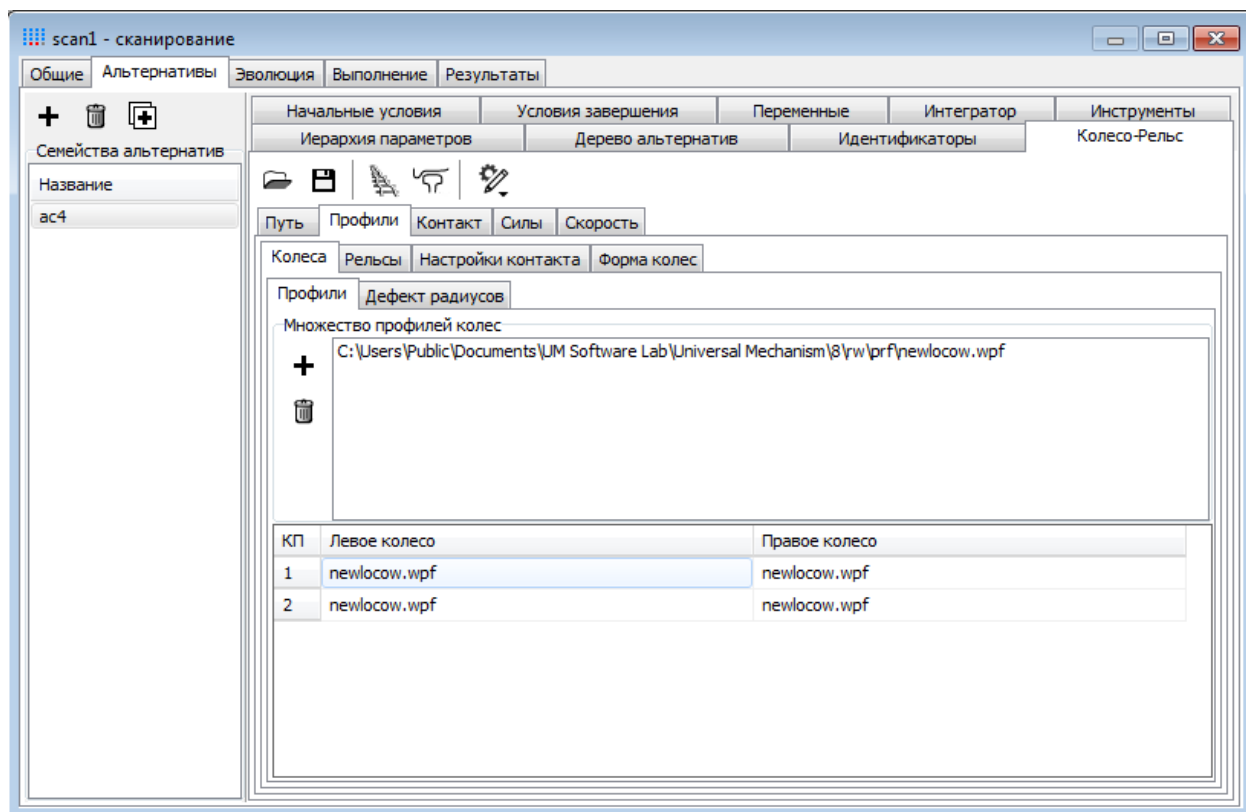

Рис. 3.11. Настройка профилей колес и рельсов
3. Перейдите на вкладку **Колесо/Рельс | Профили | Колеса**. Добавьте файл **new-locow.wpf** и установите его в качестве профиля для всех колёс (см. рис. 3.11).